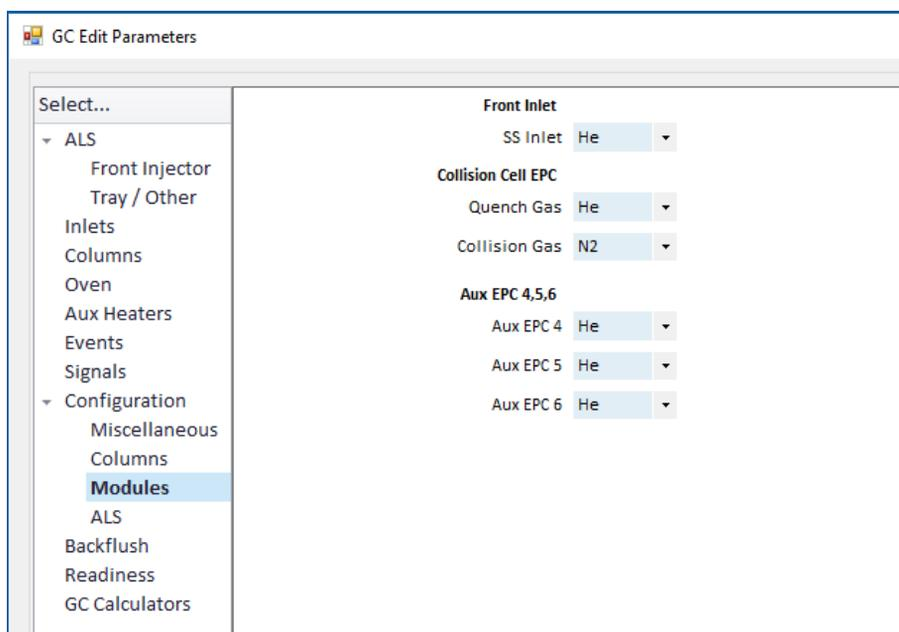

Figura 30. Configuración del gas de CC
- 3 Seleccione **Configuration > Modules** (Configuración > Módulos) para visualizar la pantalla. (Consulte la **Figura 30**).